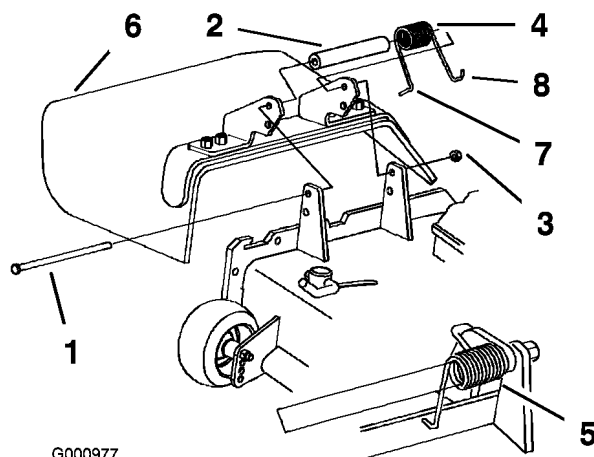

Figura 85
1. Togliete il dado di bloccaggio, il bullone, la molla e il distanziale che fissano il deflettore alle staffe orientabili del tosaerba (Figura 85). Togliete il deflettore dell'erba tagliata se è danneggiato o consumato.
Nota: Verificate che l'estremità a L della molla si trovi dietro il bordo del piatto di taglio prima di montare il bullone, come illustrato nella Figura 85.
3. Montate il bullone e il dado. Infilate l'estremità a gancio J della molla attorno al deflettore dello sfalcio (Figura 85).